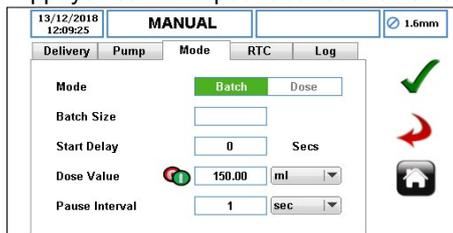

Figure 70 Valeur de dose sélectionnée
- ▶ Lorsque vous appuyez sur « ✓ », le volume de la dose s'affiche dans la case correspondant à la valeur de dose, comme indiqué à la figure 70.